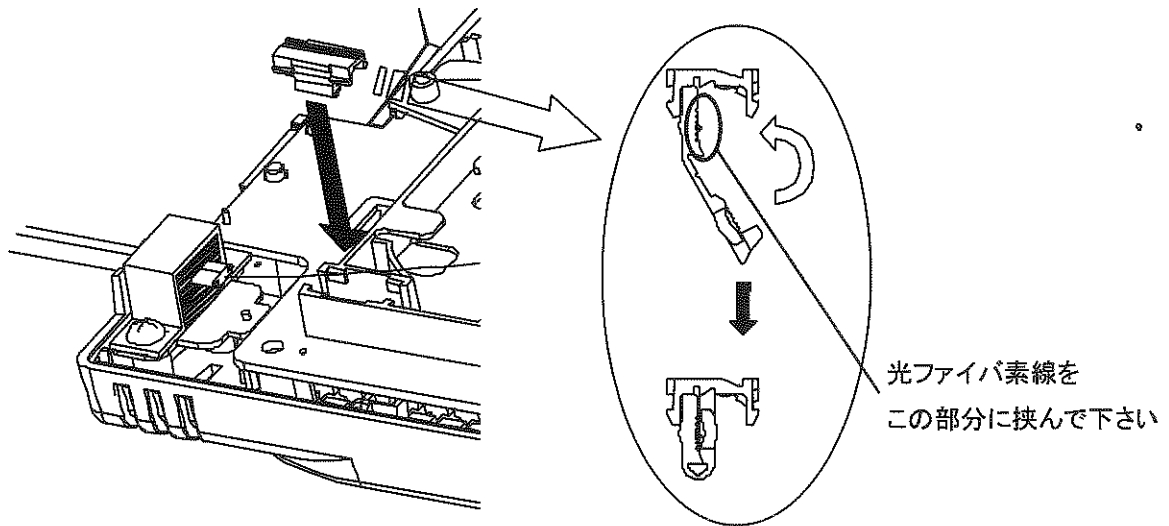

図 4-25 光ファイバケーブルの固定
- ① センタ側ケーブルの光ファイバ素線を光ファイバ固定クリップ(付属品⑦)にて固定します。
装置に添付される光ファイバ固定クリップ(付属品⑦)で、ドロップケーブル側の光ファイバ素線を図 4-25 に示す位置に挟んで、スライストレイに固定します。
このとき、クリップを取り付ける向きに注意して下さい。(図 4-25 参照)
- ・ 光ファイバ素線は光ファイバ固定クリップ所定の位置に挟んで下さい。(図 4-25 参照)